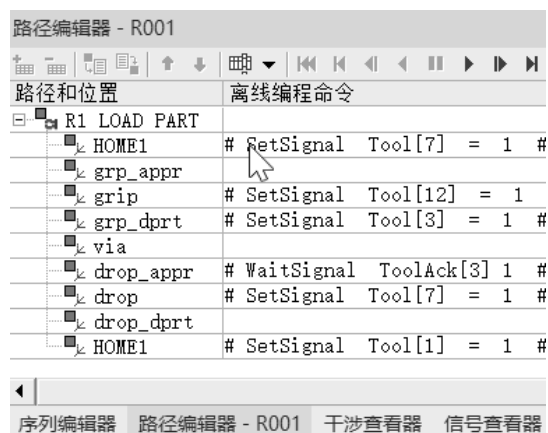
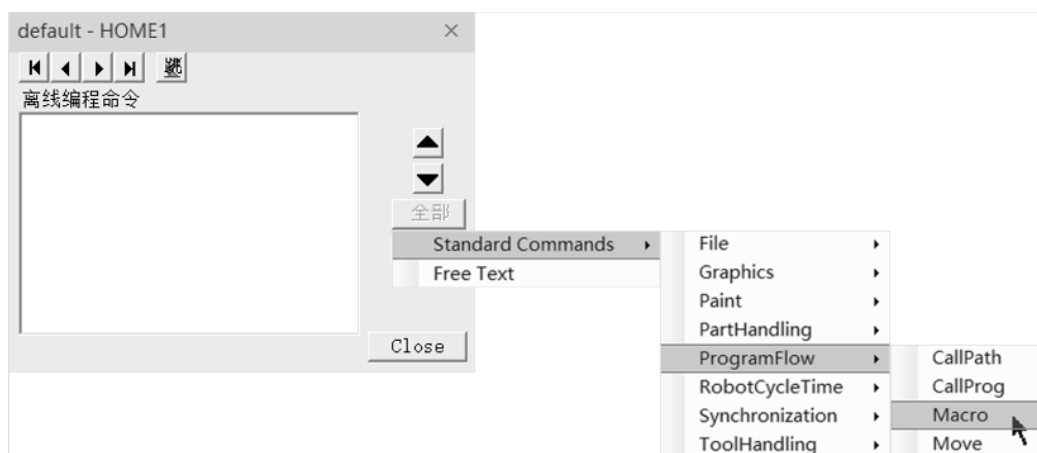

图 7-14
图 7-15
(7) 单击“路径编辑器”中“HOME1”位置的“离线编程命令”行，如图 7-14 所示，在弹出的对话框中，先将所有“离线编程命令”删除，然后单击“添加”命令按钮，在下拉菜单中（图 7-15）选择“Macro”选项，弹出如图 7-16 所示的 Macro”对话框。